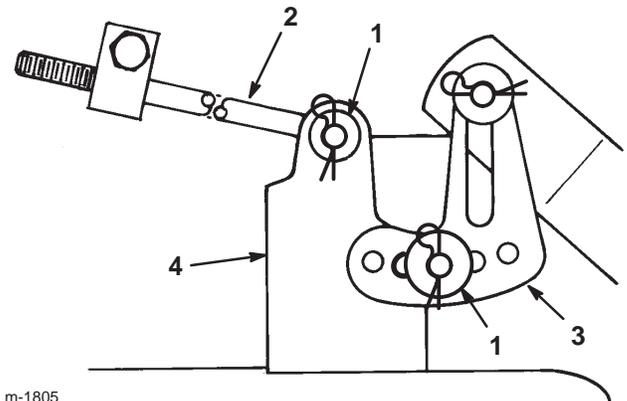

Figure 37
15. Enlevez la goupille fendue et la rondelle en haut de la patte de mise à niveau du plateau de coupe (Fig. 37).
17. Enlevez la goupille fendue et la rondelle de l'extrémité de la longue tige (Fig. 37) et glissez la tige hors du support du plateau. Répétez la procédure de l'autre côté du plateau de coupe.